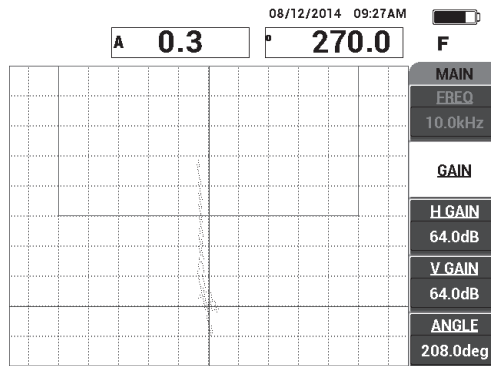

Figura 6-26 Amplitude do sinal ajustada para inserir a caixa de alarme
5. Pressione a tecla **GAIN (dB)** e, em seguida, ajuste o sinal da amplitude para que o sinal do descolamento entre na caixa de alarme e se estenda, aproximadamente, 5 divisões a partir da posição nula (mira) [veja Figura 6-26 na página 148].